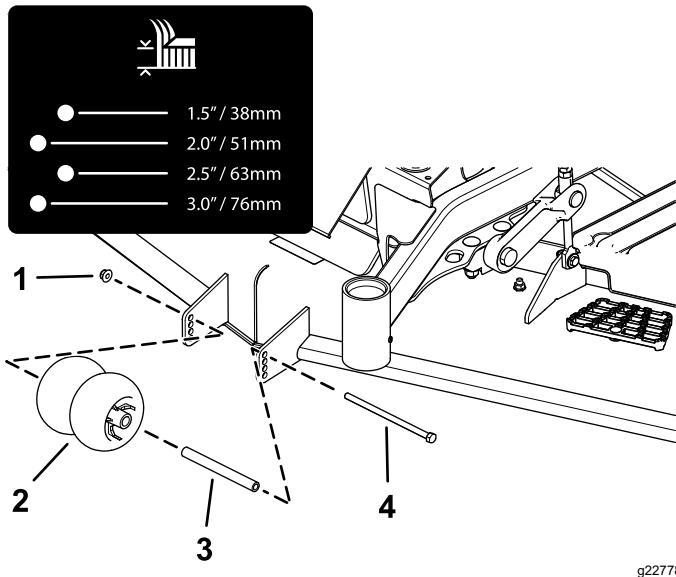
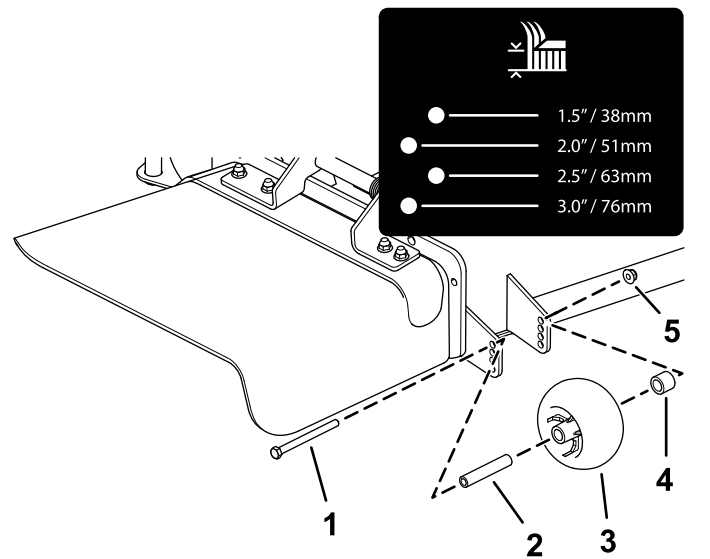
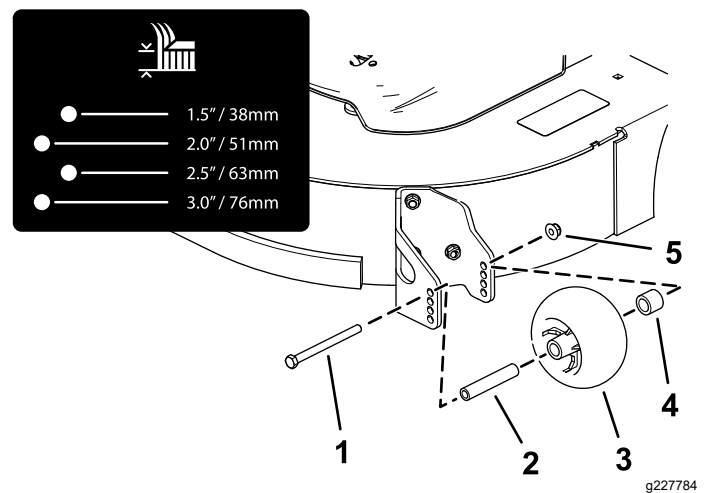
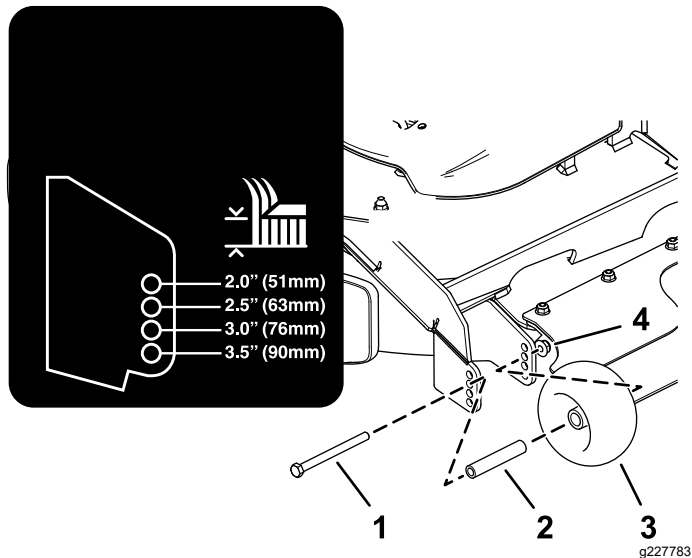

Bild 25
Bild 26
Bild 27
Bild 28
4. Stellen Sie die Antiskalpierrollen ein, wie in Bild 25, Bild 26, Bild 27 und Bild 28 dargestellt.